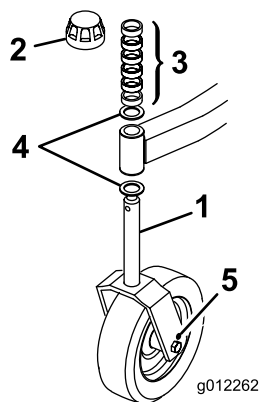

Figura 14
**Nota:** Per ottenere un taglio del prato esteticamente perfetto con altezze di taglio minori, abbassate la parte posteriore dell'apparato di taglio. A tale scopo, riposizionate gli assali delle ruote orientabili posteriori nel foro superiore delle forcelle delle ruote orientabili (Figura 14). Posizionate gli assali nei fori delle forcelle delle ruote orientabili inferiori per impostare un'altezza di taglio superiore in cui non si richieda un taglio perfetto esteticamente.
2. Rimuovete il cappuccio di tensione dall'asse del fusello. Fate scorrere i distanziali sul fusello della ruota orientabile, fino ad ottenere l'altezza di taglio richiesta (Fig. 18 e 19). Fate scorrere la rondella (Figura 14) sul fusello.
3. Spingete il fusello della ruota orientabile attraverso il braccio della ruota orientabile anteriore, montate l'altra rondella di spinta e i distanziali restanti sul fusello, quindi montate il cappuccio di tensione per fissare gli elementi del gruppo (Figura 14).